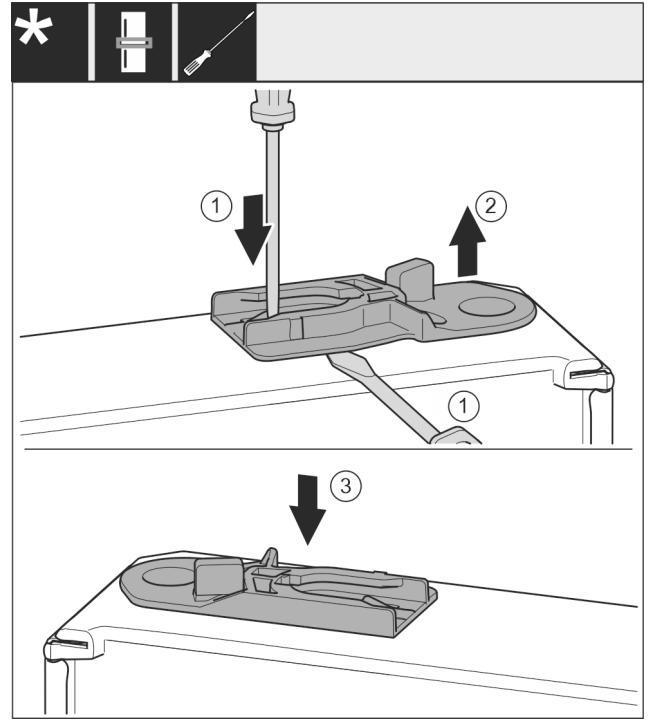

Fig. 38 *
- ▶ 拉出导向轴套：用带槽螺丝刀按住接片的同时将带槽螺丝刀移动到导向轴套下方。 Fig. 38 (1, 2)*
- ▶ 将供货时附带的导向轴套插入外壳的另一侧。 Fig. 38 (3)*